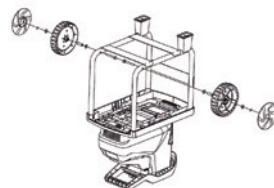

Fig.4
4. Insira o eixo da roda no chassi, coloque uma anilha, a roda e a outra anilha, por fim prenda com o pin. Seguidamente coloque a tampa da roda, (Fig.4).
5. Repita o ponto 4 para a outra roda (Fig.4).